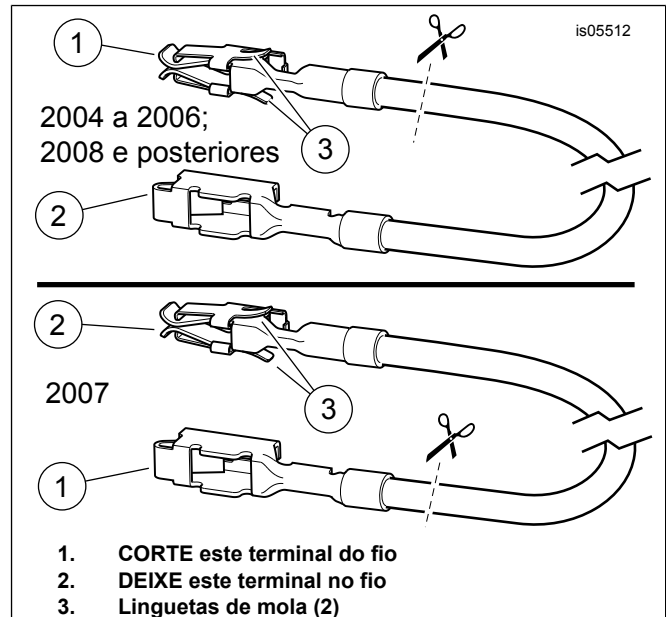

Figura 13. Fio adaptador do bloco de fusíveis (FL Touring)
2. Pegue o fio laranja/branco adaptador do bloco de fusíveis (9) do kit. **Para modelos ano 2004 a 2006:** observe o terminal em cada extremidade (veja Figura 13, **vista superior**). Somente o terminal **SEM** linguetas de mola caberá na cavidade de fusível. Corte cuidadosamente o terminal **COM** linguetas de mola do fio e descarte-o. **Para modelos ano 2007:** observe o terminal em cada extremidade (veja Figura 13, **vista inferior**). Somente o terminal **COM** linguetas de mola caberá na cavidade de fusível. Corte cuidadosamente o terminal **SEM** linguetas de mola do fio e descarte-o.